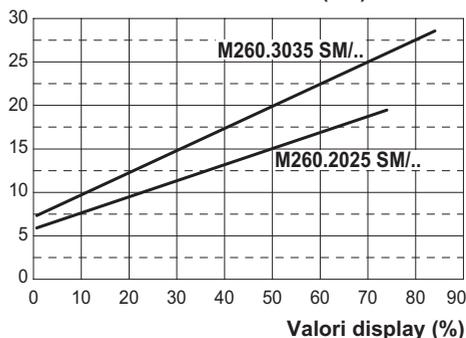
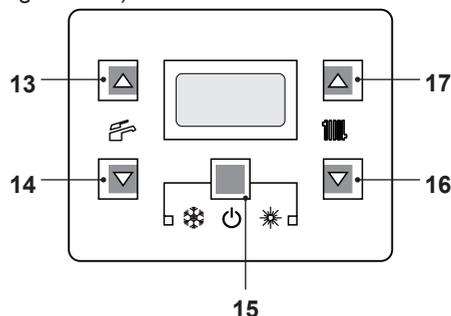
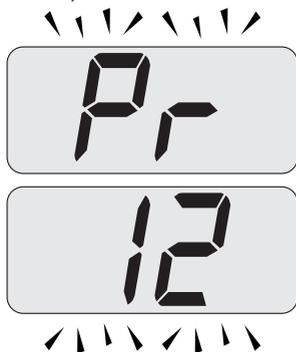

Figura 7.9
Figura 7.13
Figura 7.15
Il grafico in Figura 7.9 rappresenta come varia la potenza utile della caldaia in riscaldamento al variare del valore impostato nella scheda comando.
- Entrare in "modalità programmazione" premendo contemporaneamente per 10 secondi i tasti 15 - 16 - 17 (Figura 7.13) fino a far apparire sul display LCD le lettere **Pr** che si alternano con il codice **01**, indicanti l'entrata nel "parametro 01" (Figura 7.14).
- Scorrere i vari parametri utilizzando i tasti 16 o 17 fino a far apparire sul display LCD le lettere **Pr** che si alternano con il codice **12**, indicanti l'entrata nel "parametro 12" (Figura 7.15).
- Premere contemporaneamente i tasti 15 e 17 (Figura 7.13) fino a far apparire sul display LCD il valore del parametro 12 (Figura 7.16) (74=M260.2025 SM/M o 84=M260.3035 SM/M).
- Utilizzando i tasti 16 o 17 (Figura 7.13) è possibile modificare il valore del parametro 12 (riferirsi al grafico Figura 7.9 per determinare il valore corretto in funzione della potenza utile di riscaldamento).
- Premendo il tasto 15 (Figura 7.13) si ottiene la conferma del valore inserito.
- Premendo contemporaneamente i tasti 15 e 16 (Figura 7.13) si esce senza modificare il valore (ritorno alla lista parametri Figura 7.15)
- Premendo contemporaneamente per 10 secondi i tasti 15 - 16 - 17 (Figura 7.13) si esce dalla "modalità programmazione".